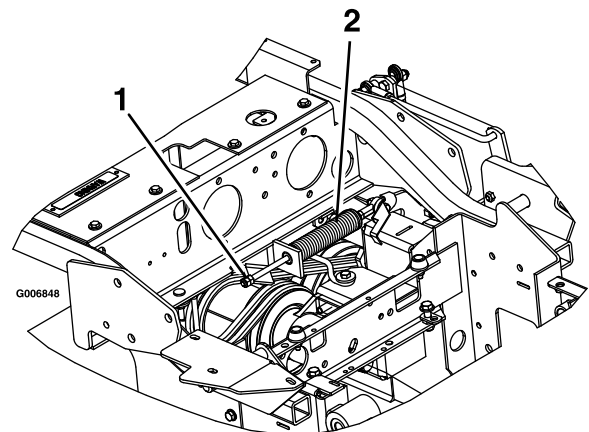

Bild 67
3. Ermitteln Sie die Bremsfeder und schrauben Sie die zwei Klemmmuttern zum Ende der Bremsfederstange heraus (Bild 67).